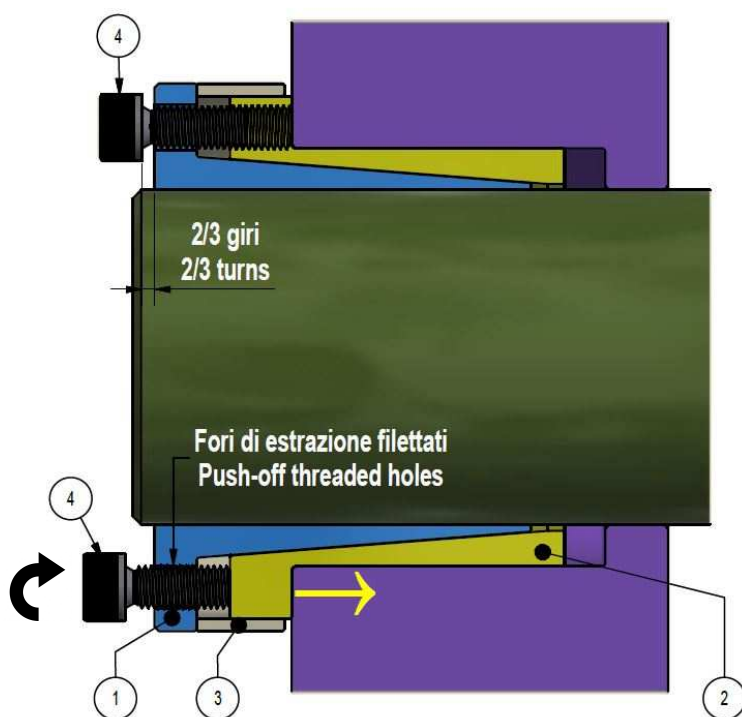

Fig. 5. Sbloccaggio dell'anello esterno.
2. Allentare tutte le viti di due/tre giri e spostarne un numero corrispondente in tutti i fori di estrazione filettati dell'anello interno. Sbloccare l'anello esterno, **avvitando progressivamente queste viti in più passate, secondo uno schema a croce, serrando di $\frac{1}{4}$ di giro circa ad ogni passata (fig. 5).** Partire con una vite posizionata a circa 90° rispetto al taglio; le viti adiacenti al taglio vanno serrate in sequenza.